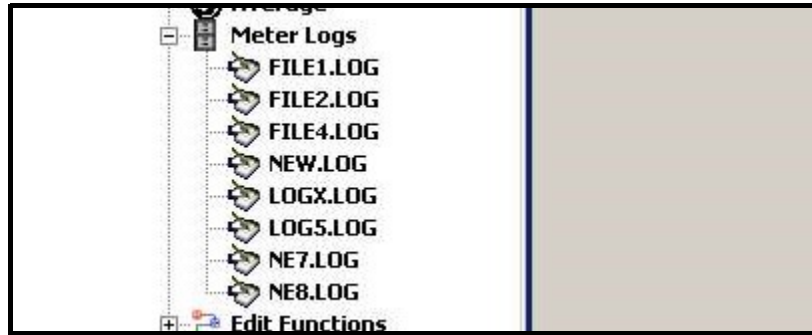

Figura 19: Opción ampliada de registros de medidor
- Desde el *Navegador de nuevos medidores* en PanaView, expanda el árbol de ruta y haga clic en la opción *Registros de Medidor*. Si ha creado uno o más registros, el árbol será similar a la *Figura 19*.